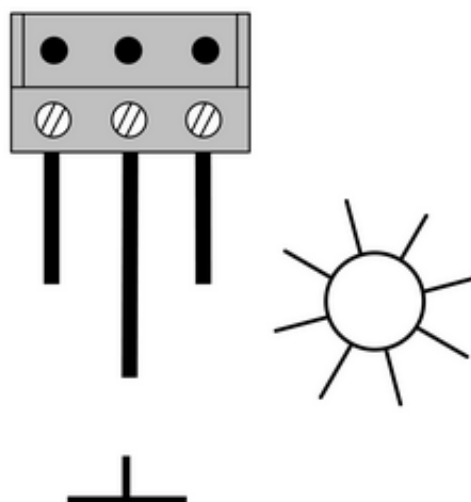

Figura 6: Collegamento al blocco morsetti
- Collegare i sensori secondo lo schema di collegamento (figura 6). Nel sensore sole è contrassegnata la "massa". Nella prolunga è contrassegnato il "sole". La "massa" è il cavo centrale.